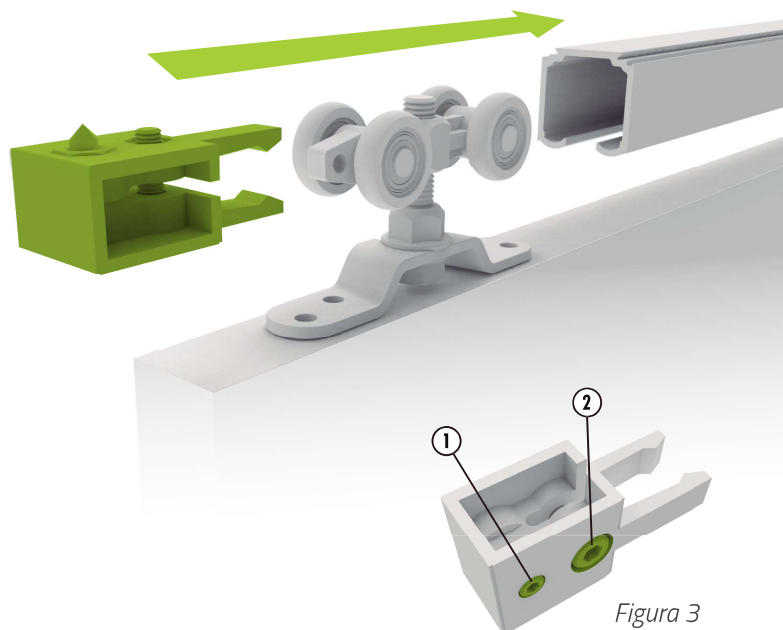

Figura 3
Habiendo regulado el tornillo (2) de apertura del freno (figura 3), se desliza el mismo dentro de la guía a 8 mm del extremo y se ajusta el tornillo gusano (1) desde la parte inferior para fijarlo.